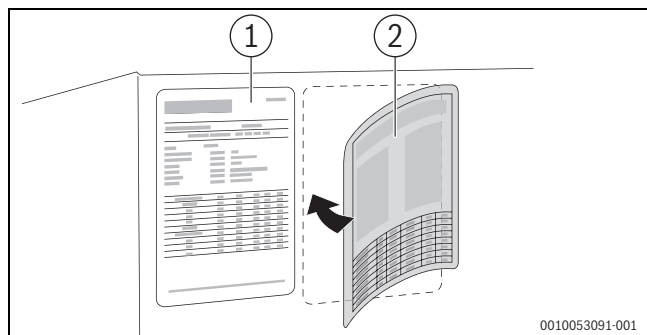

Fig. 30 Actualizați plăcuța de tip la modificarea la **varianta LowNOx**
- ▶ Lipiți plăcuța de tip furnizată **aproape** de cea existentă (→Fig. 30, [2]).